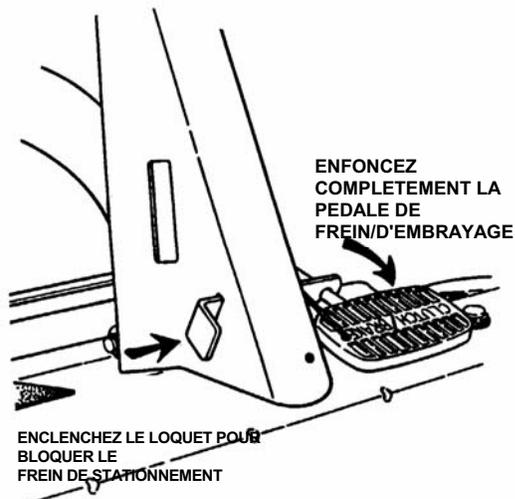

FIGURE 4.7
4. Enfoncez complètement la pédale de frein/d'embrayage. Enclenchez le loquet de blocage de la pédale puis relâchez-la pour bloquer le frein de stationnement. Voir la figure 4.7.